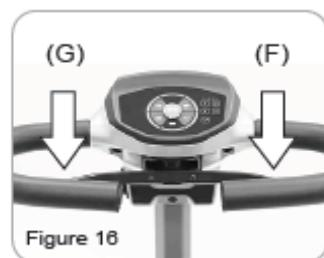

Figure 16
- 오른쪽 레버(F)를 당기면 스쿠터가 앞으로 움직입니다. 왼쪽 레버(G)를 당기면 스쿠터가 뒤로 이동합니다. 판매점에 요구할 경우 좌우를 바꿀 수 있습니다.(Figure 16)